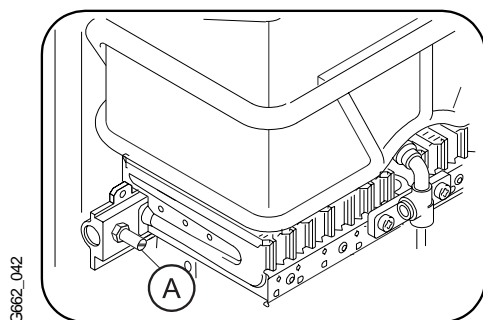

Fig. 7
Soltar el tornillo de la toma de presión (A) del quemador (Fig. 7) y conectar el manómetro. Abrir la llave del gas y